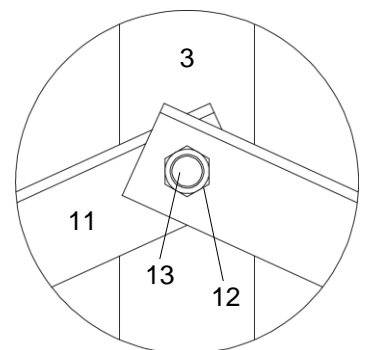

Abb. 5
6. Montieren Sie die Verschwertungen (11) mittels SK-Schrauben (13) und Sperrzahnmutter (12) in der entsprechenden Bohrung am Stützteil (Abb. 5). Die hierfür benötigten Bohrungen an der Verschwertung müssen bauseits durchgeführt werden. Die erste Verschwertung wird von der unteren Bohrung des ersten Dreiecks zur oberen Bohrung des zweiten Dreiecks montiert. Die zweite Verschwertung wird von oben beginnend Richtung abwärts positioniert und befestigt.